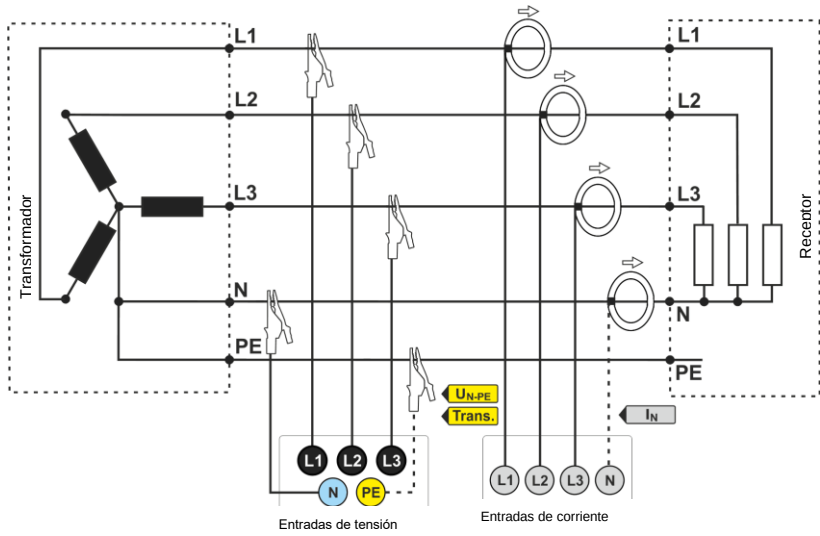

Fig. 18. Esquema de conexión – sistema trifásico tipo estrella con neutro.
- trifásica tipo estrella con conductor neutro (Fig. 18),
*Para calcular correctamente la potencia aparente total S_e y el factor de potencia total PF en el sistema trifásico con 4 conductores, es necesaria la medición de corriente en el conductor neutro. En tal caso siempre es necesario activar la opción **CORRIENTE EN EL CONDUCTOR N** y conectar cuatro pinzas como se muestra en la Fig. 18. Otra posibilidad es activar el cálculo de la corriente analítica I_N . Más información sobre la potencia aparente total S_e se puede encontrar en reactiva en el documento "Calidad de alimentación – manual").*